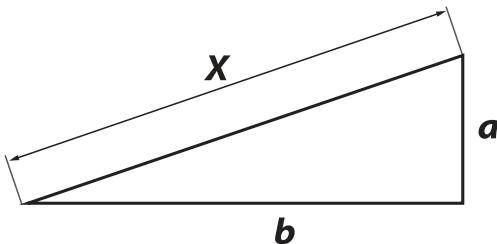

Рис. 4
- a)** Для косвенного измерения длины нажмите кнопку (2) пока на дисплее не появится обозначение для измерения теореме Пифагора с мигающей гипотенузой.
- б)** Мигание гипотенузы означает, что Вы можете измерить первое расстояние - «**a**». Нажмите «Go» (кнопка (1)) для вывода на экран на верхней строчке первого значения - длины «**a**».
- в)** Нажмите «Go» (кнопка (1)), измерьте второе расстояние - «**b**».
- 2.** Во втором варианте необходимо измерить длину «**X**», где «**X**» - гипотенуза (Рис. 4).